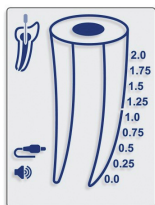

Fig. 4
- 5.4.7. Slut målekablet til enheden, og sørg for, at kabelikonet vises på displayet (Fig. 4).